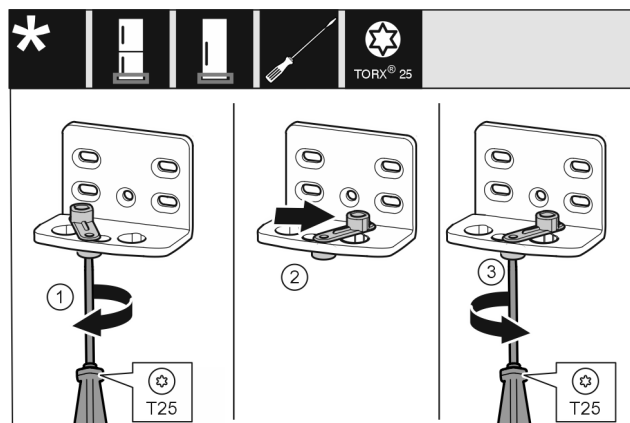

Fig. 17
- ▶ Lazán tekerje be a csavart Fig. 17 (1) csavarhúzóval.
- ▶ Emelje meg az ajtó záródását segítő egységet Fig. 17 (2), és 90°-kal jobbra forgatva tekerje be a furatba.
- ▶ Húzza meg a csavart Fig. 17 (3) csavarhúzóval.